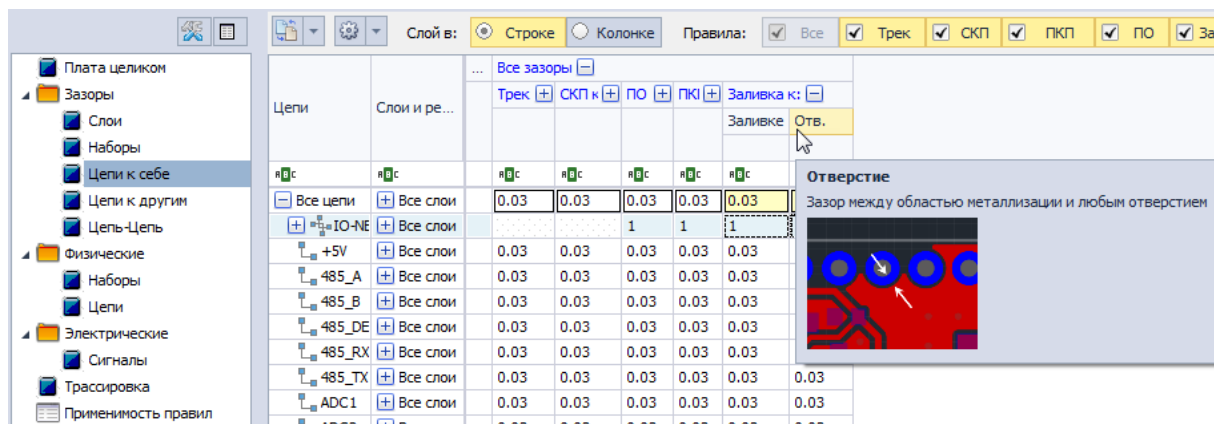

Рис. 26 Зазор между областью металлизации и любым отверстием
- Зазор между областью металлизации и любым отверстием обозначается как «Заливка к Отв.», Рис. 26. Зазор определяет область вокруг отверстия, в которой запрещено размещение металлизации. Если отверстие наложено на область металлизации, то при заливке области часть меди будет удалена, чтобы обеспечить необходимый зазор.